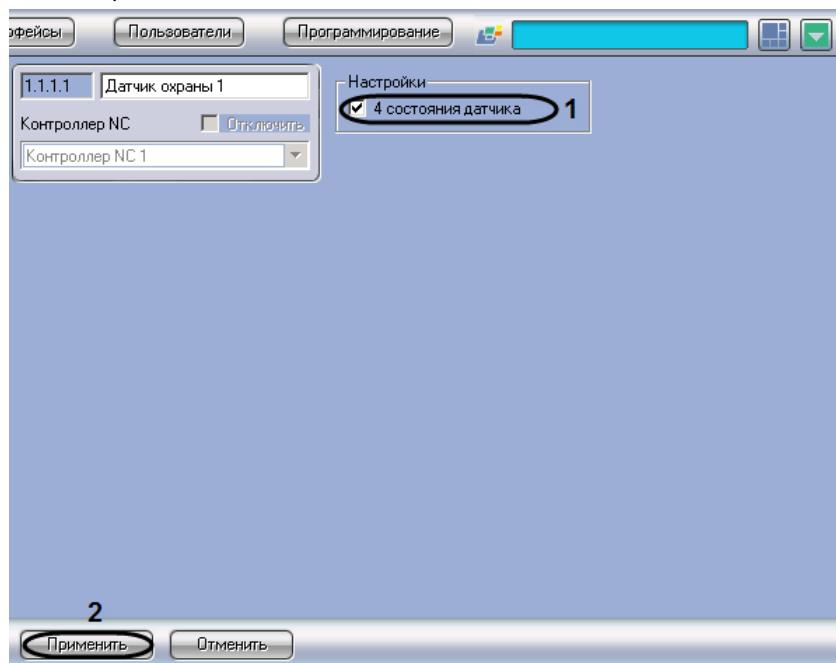

Рис. 3.4—14 Настройка охранного датчика
2. Установить флагок **4 состояния датчика** для переключения шлейфов охранного датчика в режим контроля 4-х состояний: Нормально, Тревога, Обрыв, Короткое замыкание (см. Рис. 3.4—14, 1).
3. Нажать кнопку **Применить** (см. Рис. 3.4—14, 2).